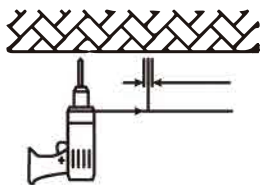

Figure 4
3. En utilisant le support de montage en U comme modèle, marquer et percer des trous dans le plafond ou toute autre structure solide à laquelle le luminaire sera fixé. (Voir figure 4)